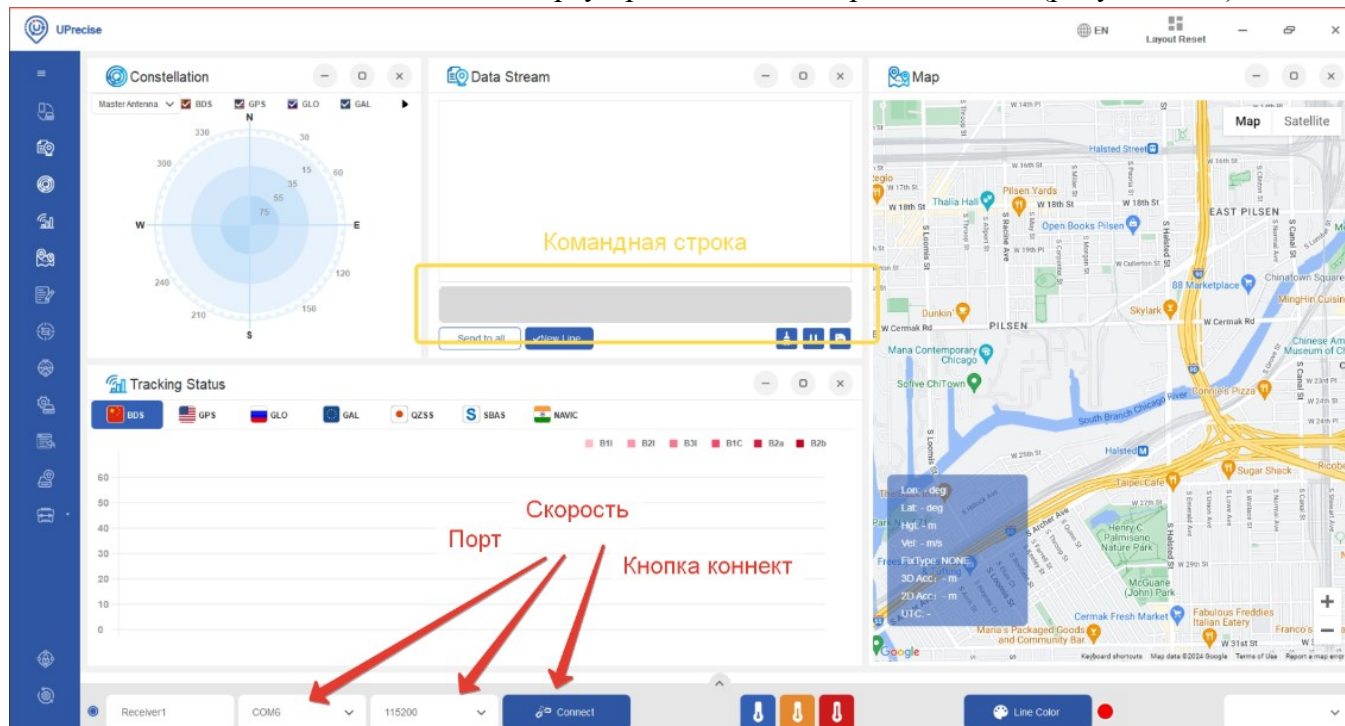

Рисунок 3.20 – Внешний вид рабочей области специализированного ПО Uprecise
3. Подключаемся к COM-порту приемника на скорости 115200 (рисунок 3.20).